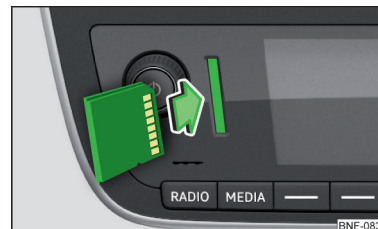

Fig. 107
- **Introducir** la tarjeta SD en la ranura en el sentido de la flecha con la esquina cortada y ajustada hacia arriba hasta que “enclave” » **fig. 107**.